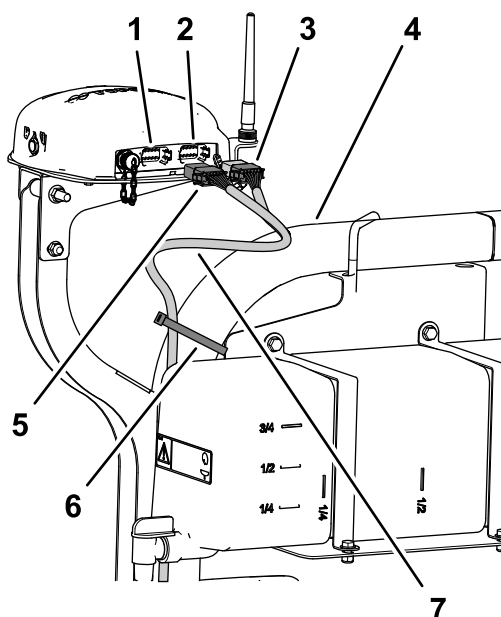

Figura 196
2. Enrute la rama de 390 cm del arnés de datos por el tubo derecho del ROPS con el conector hembra de 12 vías (gris) y el conector hembra de 12 vías (negro) hacia arriba hasta el receptor de navegación (Figura 196).
7. Sujete la rama de 390 cm del arnés de datos al tubo derecho del ROPS con 2 bridas, según se muestra en Figura 196.